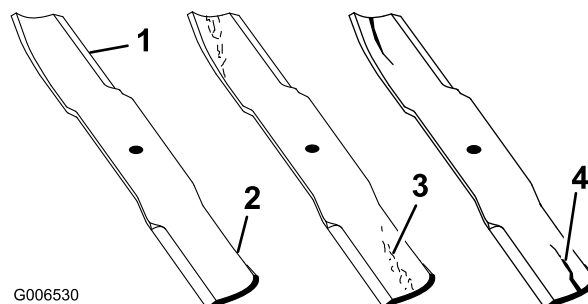

Figure 71
- Examinez le tranchant des lames (Figure 71). Si les lames coupent mal ou présentent des indentations, déposez-les et aiguiser-les (voir Aiguisage des lames).
- Inspectez les lames, surtout la partie relevée (Figure 71). Remplacez immédiatement toute lame endommagée, usée ou qui présente une entaille (Figure 71).